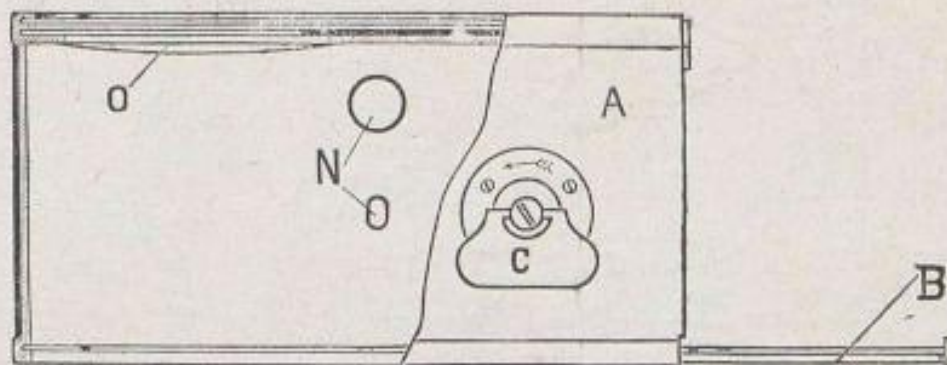
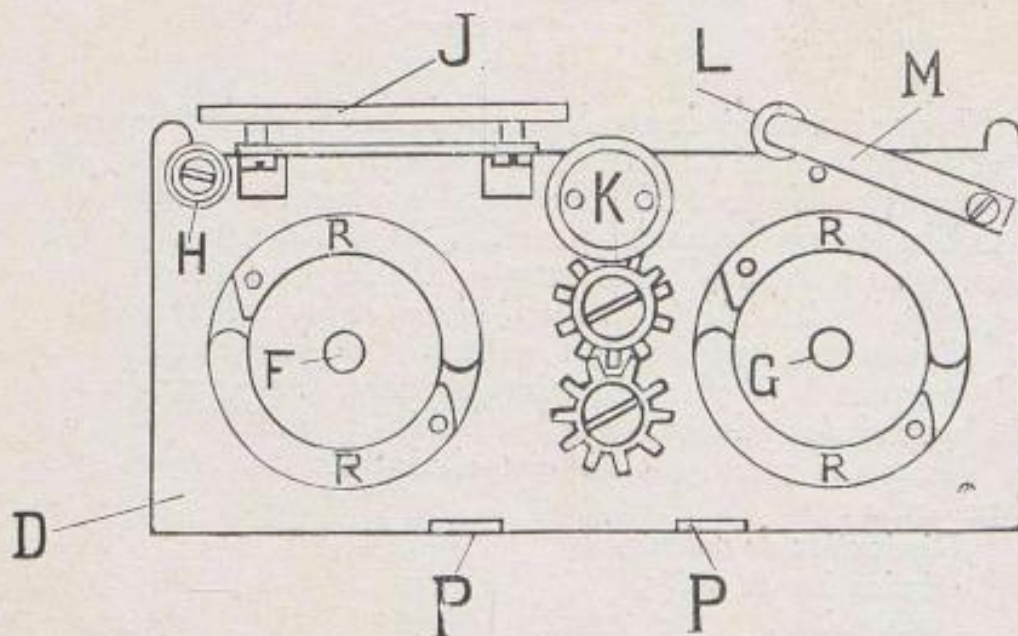
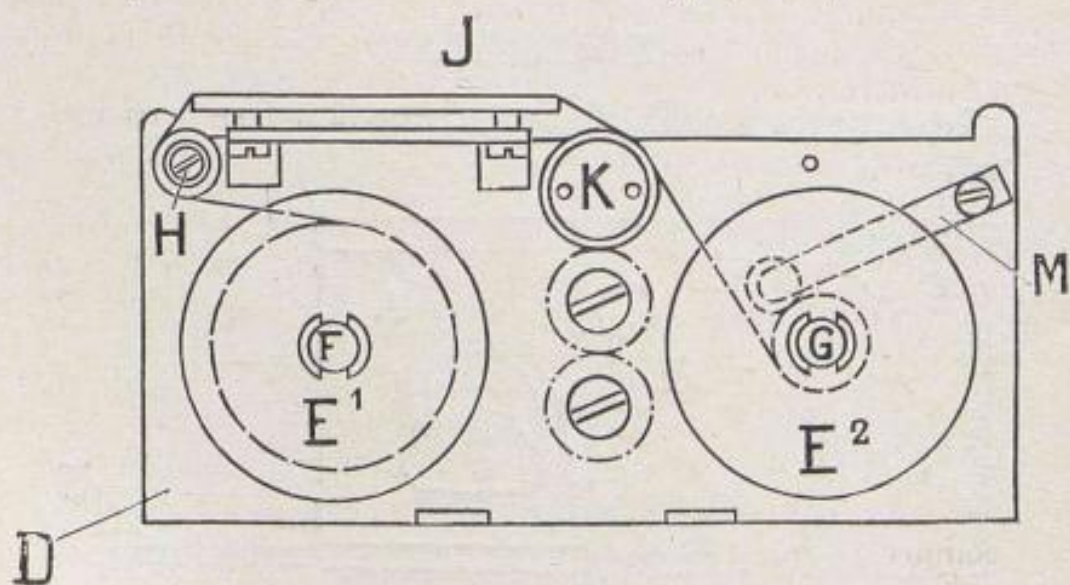

FIG 1
FIG. 2
FIG. 3
4° D'une **bobine vide** E2 (fig. 3) sur laquelle viendra s'enrouler la pellicule au fur et à mesure de l'impression. Cette bobine sera commandée de l'extérieur par une clef C (fig. 1).
5° D'un **compteur** placé sous le chargeur D (fig. 2), fonctionnant automatiquement, et dont les indications sont visibles de l'extérieur par les ouvertures N de la boîte A (fig. 1).
Mettre une bobine pleine E1 (fig. 3) sur la broche F, la fente de l'extrémité de l'axe en dessus.
Rompre l'étiquette de fermeture et dérouler environ 10 cm. de la bande de papier que l'on passe en avant du rouleau H de la platine J et sur le rouleau K (fig. 3).
Replacer, sur la bande à enrouler, le rouleau L de l'étrier M, en le soulevant légèrement pour le décrocher de la goupille où il est accroché dans la figure 2.
**Remarque :** La pellicule passe devant la platine compensatrice J dont la face postérieure (vue dans la fig. 2) est fixe et dont la face antérieure est maintenue en avant, par des ressorts, à une certaine distance.